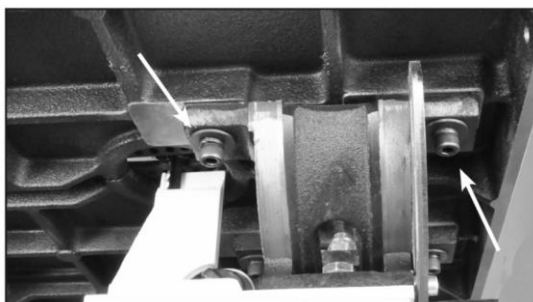
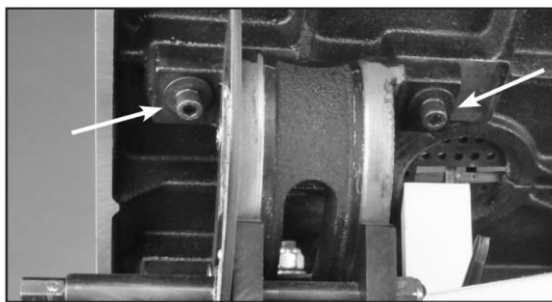

Рис. 2
Рис. 3
3. Прикрепите стол к цапфе с помощью четырех винтов с шестигранной головкой, пружинных шайб (детали №12В, 11В, 10В). Установите два болта справа от пильного полотна, затягивая их только вручную. Рис. 2. Затем наклоните стол на 45 градусов и закрепите два болта слева от лезвия. Рис. 3. В данный момент не затягивайте болты до конца. Верните стол в горизонтальное положение.